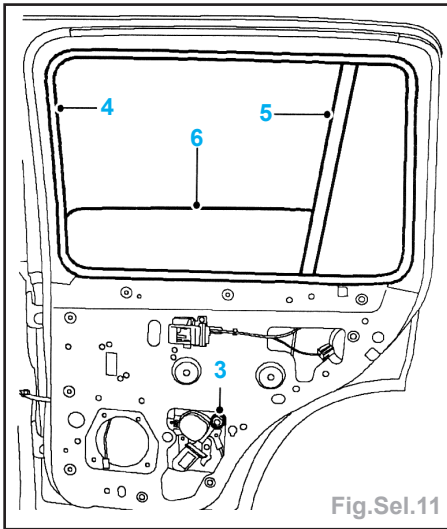

Fig.Sel.11
- déposer la vis (1) maintenant le cache de poignée de porte et déposer le cache,
- déposer les 2 vis (2) de la poignée de traction de porte,
- dégager les 10 pressions (3) maintenant le panneau de garnissage sur la porte,
- débrancher la fiche multibroches (4) et déposer le panneau de garnissage de porte (suivant version).
- Abaisser la glace pour pouvoir atteindre l'écrou de la bride (Fig.Sel.11).
- Desserrer l'écrou (3) maintenant la bride sur la glace,
- déposer le joint (4) de la porte,
- dégager la glace du joint de custode (5),
- soulever la glace (6) et la sortir de la porte.